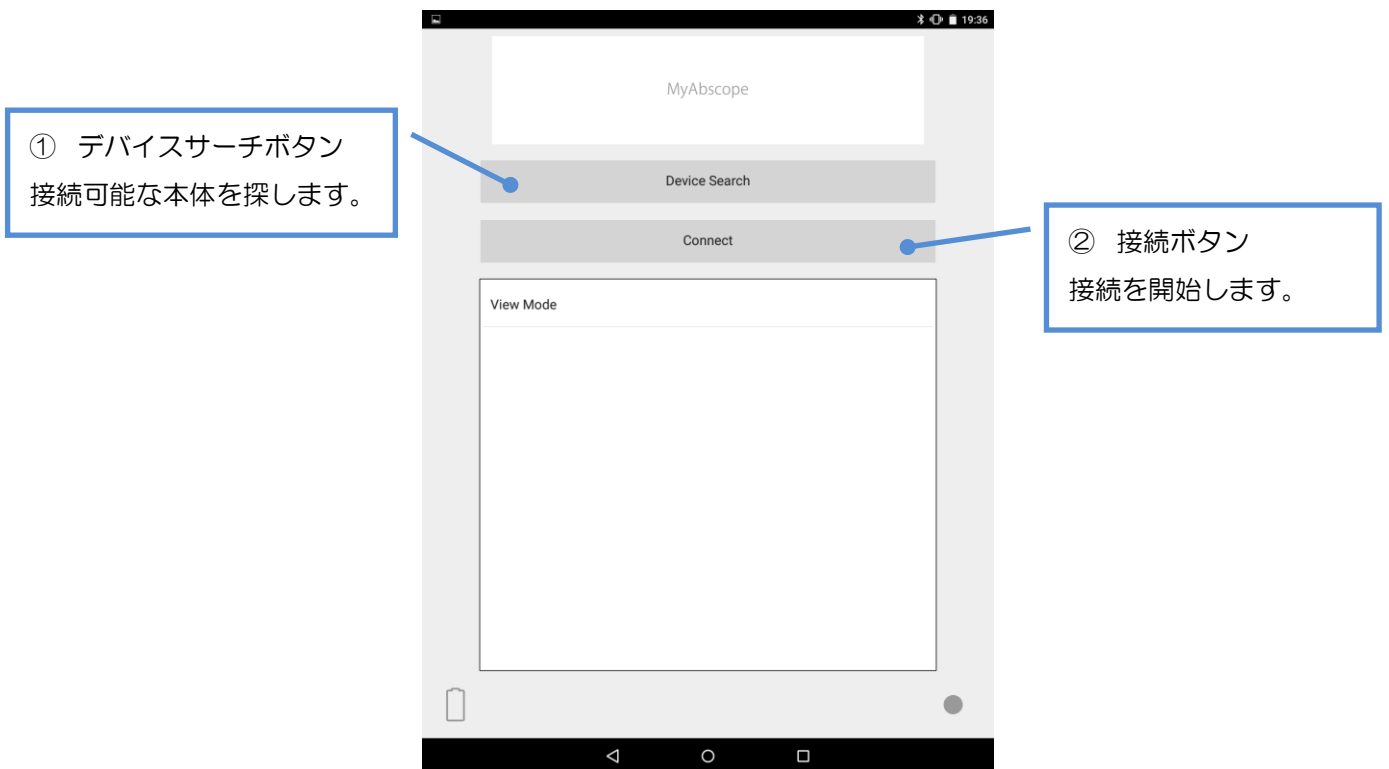

図 2-2：接続設定画面
アプリ「MyAbscope」を起動すると、接続設定画面（図 2-2）へ移行します。
接続設定画面（図 2-2）②の接続ボタンをタップして、接続完了後、トップ画面（図 2-8）へ移行します。